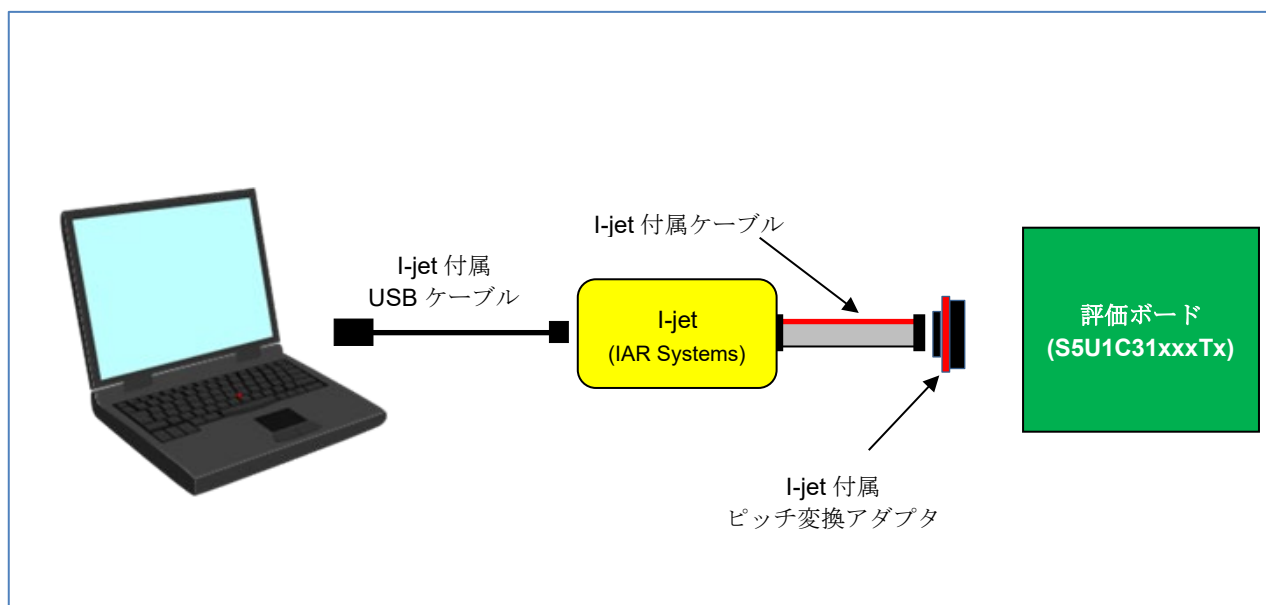

図 3.3.1.1 I-jet を使用する場合のハードウェアの接続例\*1
- (1) I-jet 付属の USB マイクロケーブルを使用して、IAR Embedded Workbench をインストール済みの PC と I-jet を接続します。接続すると、デバイスドライバが自動で設定されます。
- (2) I-jet 付属のケーブルとピッチ変換アダプタを使用して I-jet と評価ボード (S5U1C31xxxTx) を接続します (図 3.3.1.1 参照)。
\*1: 図 3.3.1.1 は、評価ボード (S5U1C31xxxTx) をデバッグプローブ (I-jet) から供給される 5V 電源で動作させた場合の例です。